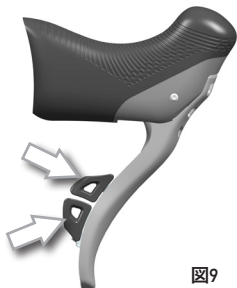

図9
- 大きいスプロケットに変速する下側レバーを繰り返し押し押します（図9）。レバーの動作をカスタマイズしている場合は、それに従ってレバーを操作します。
- 小さいスプロケットに変速する上側レバーを繰り返し押し押します（図9）。レバーの動作をカスタマイズしている場合は、それに従ってレバーを操作します。